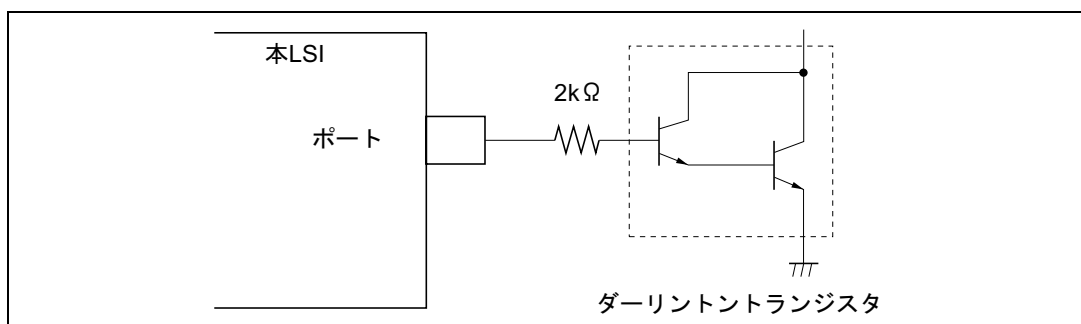
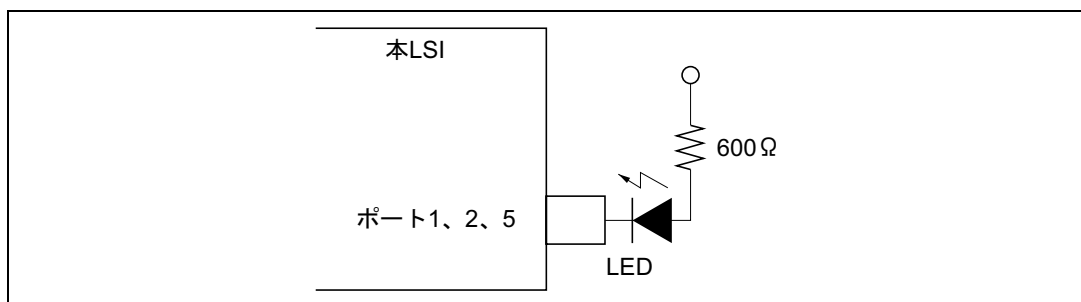

図 21.4 ダーリントントランジスタ駆動回路例
図 21.5 LED 回路例
2. ダーリントントランジスタや、LED を直接駆動する場合には、図 21.4、図 21.5 に示すように、出力に必ず電流制限抵抗を挿入してください。